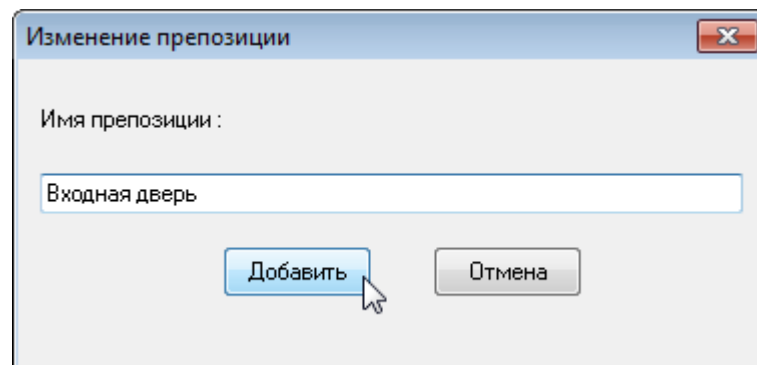

Рисунок 13 — Создание препозиции
3. В появившемся диалоговом окне **Изменение препозиции**, в поле **Имя препозиции** введите название для заданной позиции (рисунок 13).